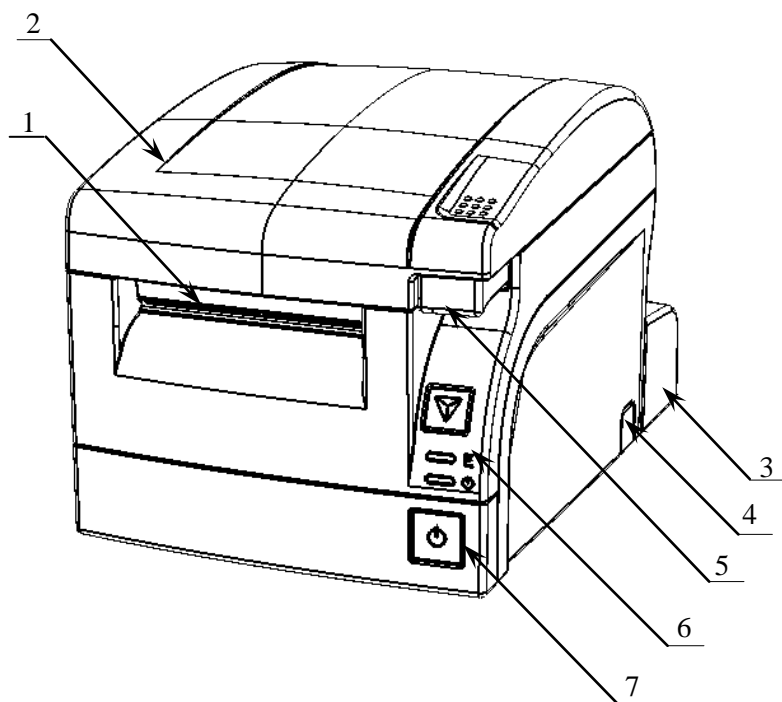
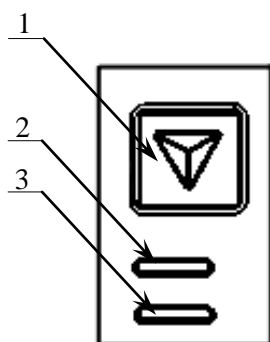

Рисунок 1. Внешний вид ПТК
Рисунок 2. Панель управления
6. Панель управления (подробнее смотрите рисунок 2).
3. Разъем для подключения блока питания 24 В постоянного тока. Разъем (вилка) блока питания ПТК имеет фиксатор, предотвращающий его случайное отсоединение. Перед отключением вилки блока питания отключите питание ПТК, нажав на кнопку включения/выключения (смотрите рисунок 1). Затем возьмитесь за корпус вилки и плавно потяните его из разъема ПТК. При этом внешняя часть корпуса вилки сместится относительно внутренней и освободит фиксатор. Только после этого, продолжая аккуратно тянуть, отсоедините вилку блока питания от ПТК. Подробнее о параметрах питания смотрите в разделе «Питание ПТК» на странице 14.
Для включения ПТК необходимо нажать на кнопку включения/выключения ПТК (смотрите рисунок 1 на странице 7). При включении ПТК проводится его автоматическое самотестирование, которое занимает несколько секунд, при успешном его окончании загорается индикатор питания (рисунок 2 на странице 7), подается краткий звуковой сигнал и печатается информационное сообщение «ПТК готов к работе» (сообщение печатается по настройке, подробнее смотрите Протокол работы данной ККТ).